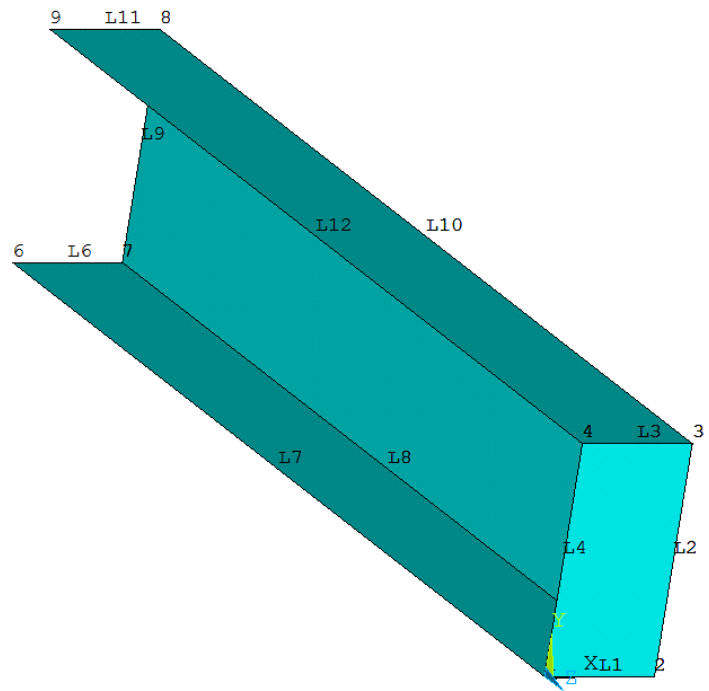

Fig. 2 – Schema del modello solido a superfici
1. Si costruisce il modello tramite tecniche di modellazione solida bottom-up, utilizzando il comando ADRAG e inserendo una piastra verticale a chiusura, al fine di evitare deformazioni localizzate nel punto di applicazione del carico concentrato, secondo lo schema di Fig. 2.